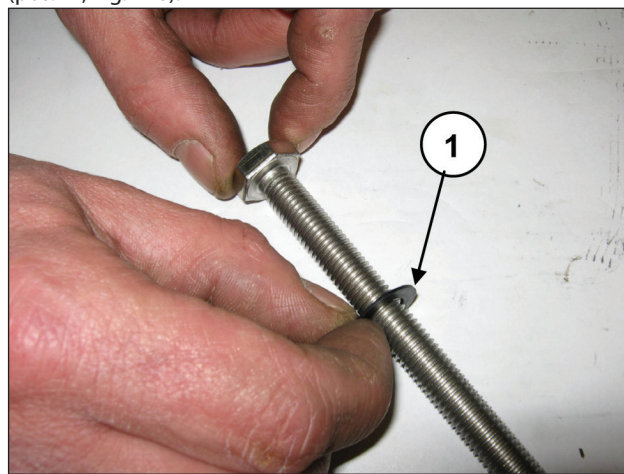

Fig. 146
Inserire la rosetta Ø10x18x0.9 nella vite fissaggio pistone (pos. ①, Fig. 146).